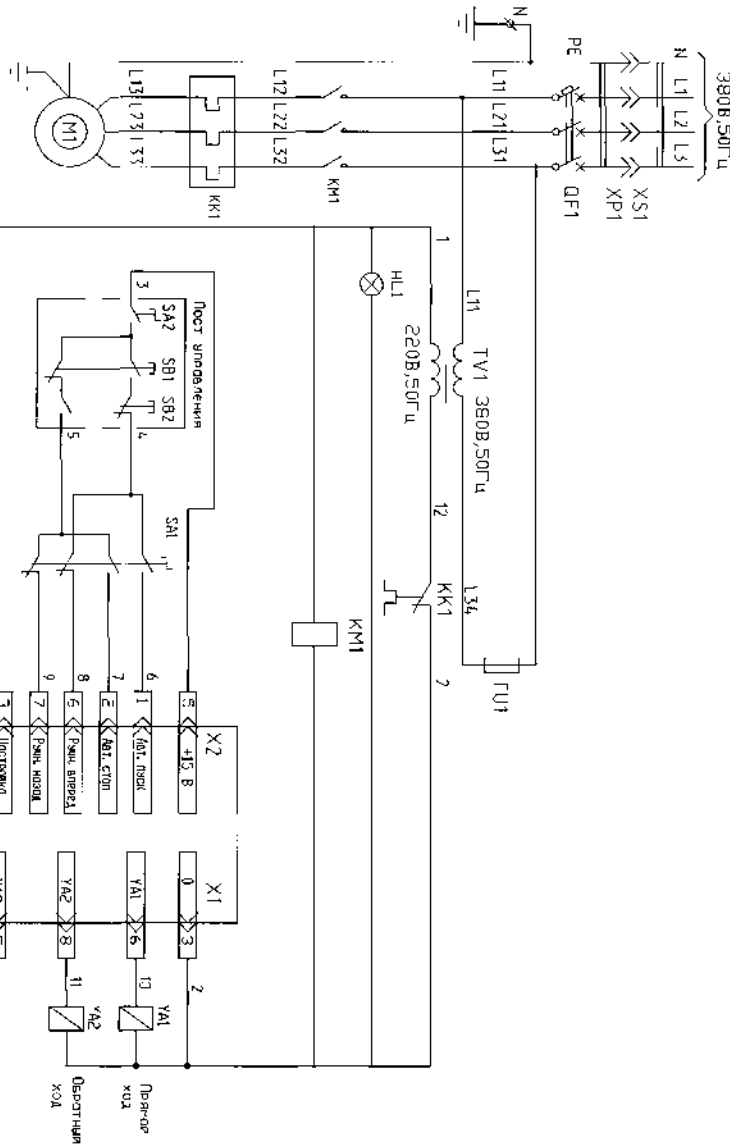

Рис. 4. Схема электрическая принципиальная
4.6. Схема электрическая принципиальная приведена на Рис. 4. Описание работы схемы электрической принципиальной изложено в паспорте на электронную плату управления 6АСТ. 386.030 ПС.